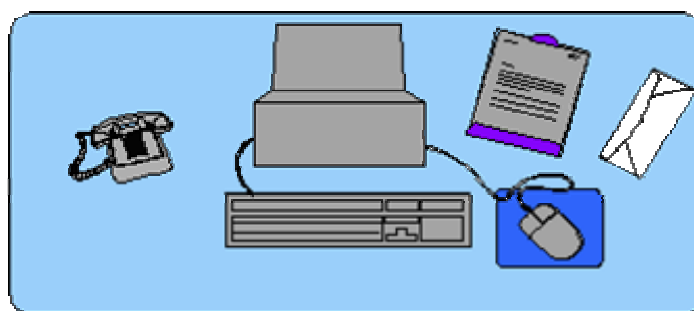

Figura 10
- Las dimensiones de la mesa deben ser suficientes para permitir una colocación flexible de la pantalla, el teclado, el “ratón”, los documentos y el resto de los elementos y materiales de trabajo. (Figura 10).